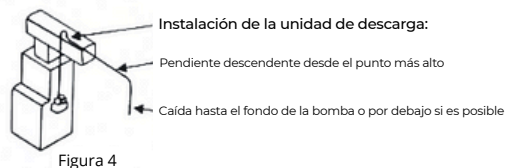

Figura 4
Asegúrate de que la tubería de descarga tenga una pendiente descendente desde el punto más alto hasta la salida de la bomba (ver Figura 4).
2. Consulta la Figura 4 (de la página anterior) para ver la dirección correcta del flujo.